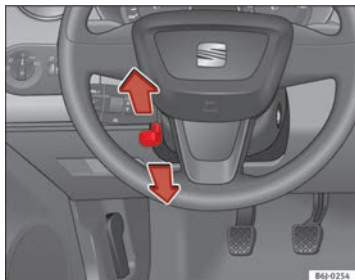

Abb. 97 Lenkradhöhen-einstellung
- Schwenken Sie den Hebel ⇒ Abb. 97 unter der Lenksäule nach unten ⇒ ⚠.
- Stellen Sie das Lenkrad in die gewünschte Position ein ⇒ Abb. 97.
- Stellen Sie den Fahrersitz bzw. das Lenkrad so ein, dass der Abstand zwischen Lenkrad und Brustbein mindestens 25 cm beträgt ⇒ Abb. 97. Wenn Sie den Mindestabstand nicht einhalten, kann Sie das Airbag-System nicht schützen – Lebensgefahr!